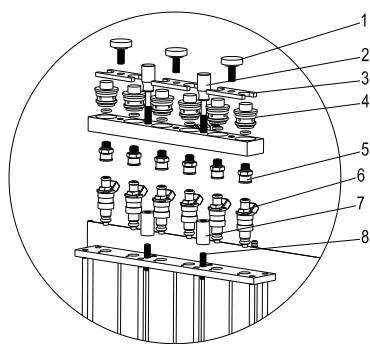

Fig. 05 Voor brandstofinjector bovenaan
- Kies de stop van de brandstofverdeler (4) uit de koppelingsdoos en montereer er een goede O-ring op. Vergeet niet een beetje smeervet op de O-ring aan te brengen. Montereer de stop van de brandstofverdeler (4) op de bovenste brandstofverdeler .
- Monteer de sikkeltvormige plaat (3) en draai deze vast met een plaatbout (1).
- Kies een geschikte adapter (5) overeenkomstig het type injector en montereer deze op de overeeninstelling.
- Installeer de bovenste brandstofverdeler en de injector op de houder van de brandstofverdeler met de juiste stelschroef en gekartelde moeren, en draai twee riffschroeven (zwart) vast. Zie Fig. 05.